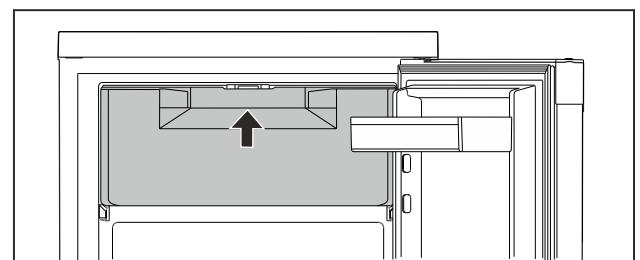

Fig. 48
- ▶ Griffbereich von unten eingreifen. (siehe Fig. 48)
- ▶ Tür schließen und von vorne auf der Griffplatte drücken bis sie einrastet. (siehe Fig. 48)